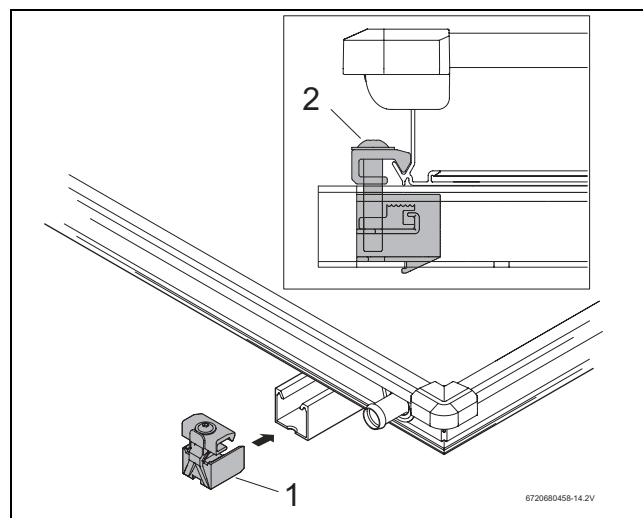

Fig. 44 Dispozitiv unilateral de prindere a panourilor pentru capătul stâng
- Împingeți dispozitivul unilateral de prindere a panourilor (Fig. 44, [1]) în șina profilată superioară și în cea inferioară.
- Împingeți dispozitivul de prindere a panourilor până la cadrul panoului și prindeți-l în șuruburi folosind cheia cu deschidere de 5 (Fig. 44, [2]).